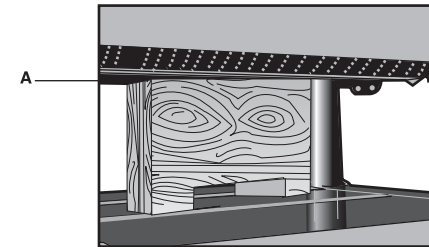

FIG.26
El rompeastillas (A) fig.26, se encuentra en la parte superior de el cepillo y se extiende por la parte frontal de la máquina. El rompeastillas se levanta mientras la madera se alimenta y "rompe o corta" las astillas de la misma manera que lo hace un cabezal de hierro de un cepillo manual. La parte inferior del rompeastillas debe estar colocada paralela a las cuchillas.
Al armarse, la parte inferior del rompeastillas ha sido ajustada para encontrarse en la colocación correcta abajo del cabezal. Al usarse, el operador no debe volver a ajustarlo. (Fig.26).